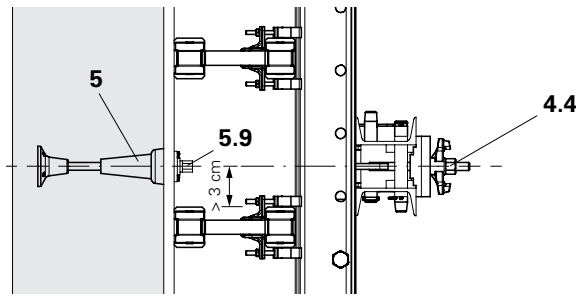

Fig. C1.05
In fase di progettazione delle casseforme è necessario assicurarsi che tra gli assi delle mensole e le travi GT 24 più vicine rimanga uno spazio sufficiente. In caso contrario, non sarà possibile fissare la predisposizione superiore (5) con la vite di predisposizione M24 (5.9). (Fig. C1.05)